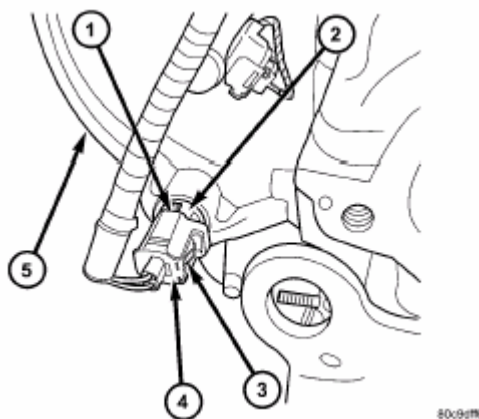
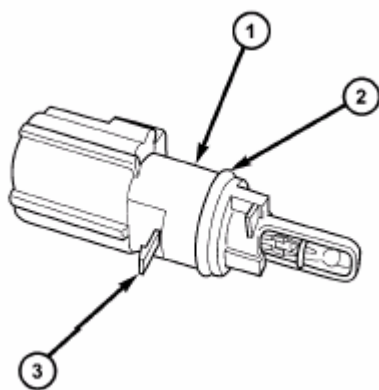

Рис. 11. Датчик ДТВ:
Рис. 12. Язычок датчика ДТВ, уплотнительное кольцо:
Для каждого цилиндра используется своя топливная форсунка (рис. 12).
Датчик ДТВ 2 (рис.11) устанавливается в камере впускного коллектора в его заднем конце.
3. Осторожно приподнимите маленький пластмассовый язычок 1 (рис.11) или язычок 3 (рис. 12) и поверните датчик на одну четвертую оборота против часовой стрелки для его снятия.
4. Проверьте состояние уплотнительного кольца 2 (рис. 12) датчика.